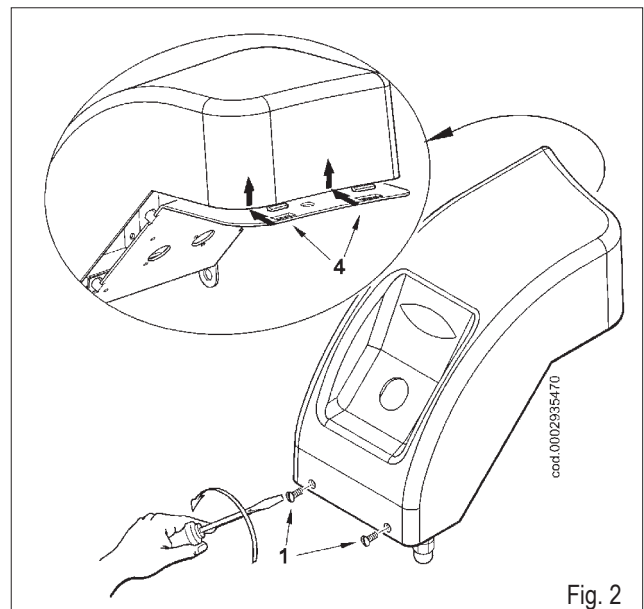

Fig. 2
- 3) Enlever à présent les 4 écrous (7) indiqués dans la figure 2, démonter le tuyau de flamme (8) des goujons correspondants, repositionner ce dernier avec la fixation taraudée de la rampe gaz tournée vers le haut.
- 2) Pour accéder aux éléments du tableau, dévisser les deux vis (1), repousser légèrement le couvercle pour les décrocher de la base de support (fig. 2) puis le soulever.